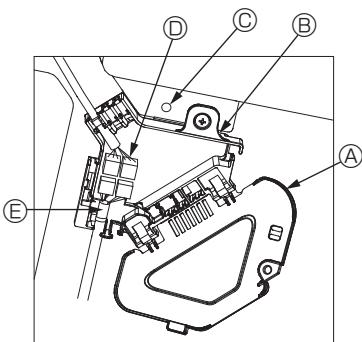

Fig. 5-9
- En la caja de conexión, localice el cable de enlace para el motor de los deflectores de la rejilla y el cable para el motor de los deflectores, y luego conecte los cables. (Fig. 5-9)